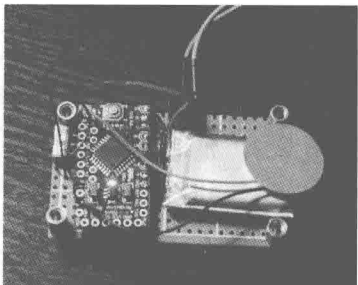
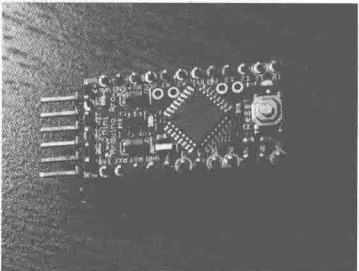
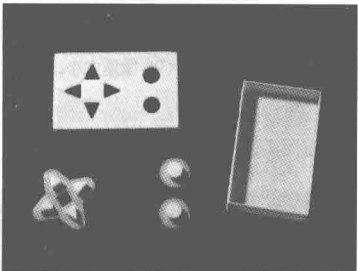

图 12 主机、电池、手柄组合在一起
图 10 使用 Arduino mini 代替 UNO 制作的主机
图 13 用 Rhinoceros 设计的外壳，由 3D 打印机打印成型
在面包板上搭建完成原型机后，我开始着手改进工作。首先是使用体积更小的 Arduino mini 代替 UNO，这样可以把电池和主板都塞到游戏手柄里（见图 10）。为了减小体积，电池使用了小型的可充电锂电池，把扬声器替换成了压电陶瓷蜂鸣器，把视频输出的那两个电阻换成了贴片的微调电阻。原来的电位器有点占地方，所以我把它换成了 4 个微动开关，并且使用洞洞板代替面包板（见图 11 和图 12）。最后，用 Rhinoceros 软件设计了一款略有复古气息的外壳，由 3D 打印机打印成型（见图 13）。最终组装完成的游戏机如图 14 所示。
■ 图 10 雕刻机
■ 图 12 第一代商用 3D 生物打印机, 正实验用于打印肝脏组织
■ 图 13 3D 打印的飞机引擎
制造新一代喷气式发动机时，用打印机将燃料喷嘴一层层打印出来，这种新喷嘴比旧款的轻 25%，使用寿命长 5 倍（见图 13）。你听起来是否不相信呢？另一消息是来自荷兰的建筑公司 DUS Architects 正在阿姆斯特丹北面的运河兴建世界第一座 3D 打印房屋，该房屋有 13 间，连家具也是打印出来的，预计在 3 年内完成。该公司利用 Kameer Marker 工业规格的大型 3D 打印机，以 80% 的热熔性自然材料（其中 75% 是植物油）加 20% 的纤维材料打印出来，真是匪夷所思。